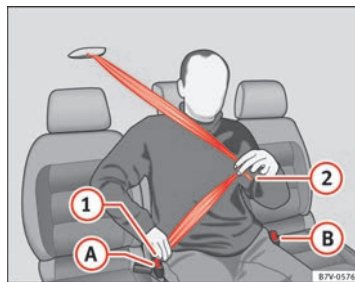

Fig. 12 Allacciare la cintura di sicurezza del sedile centrale della seconda fila.
- Tirare verso il basso il nastro della cintura dalla linguetta di chiusura ⇒ fig. 12 . **Non** piegare la cintura per farlo ⇒ .
- Passare il nastro della cintura sul bacino tirando la linguetta di chiusura ⇒ fig. 12 .
- Incastrare la linguetta ② nella chiusura del sedile corrispondente ③.
- Premere il tasto rosso nella chiusura ⇒ fig. 12 ①. La linguetta uscirà dalla chiusura.
- Premere il tasto rosso nella chiusura ⇒ fig. 12 ②. La linguetta uscirà dalla chiusura.